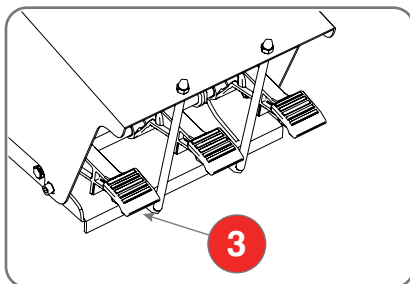

Fig. 6.10
- Pisar el pedal (3 - Fig.6.10) para desactivar el sistema de bloqueo del autocentrante.
- Soltar el pedal (3 - Fig.6.10).